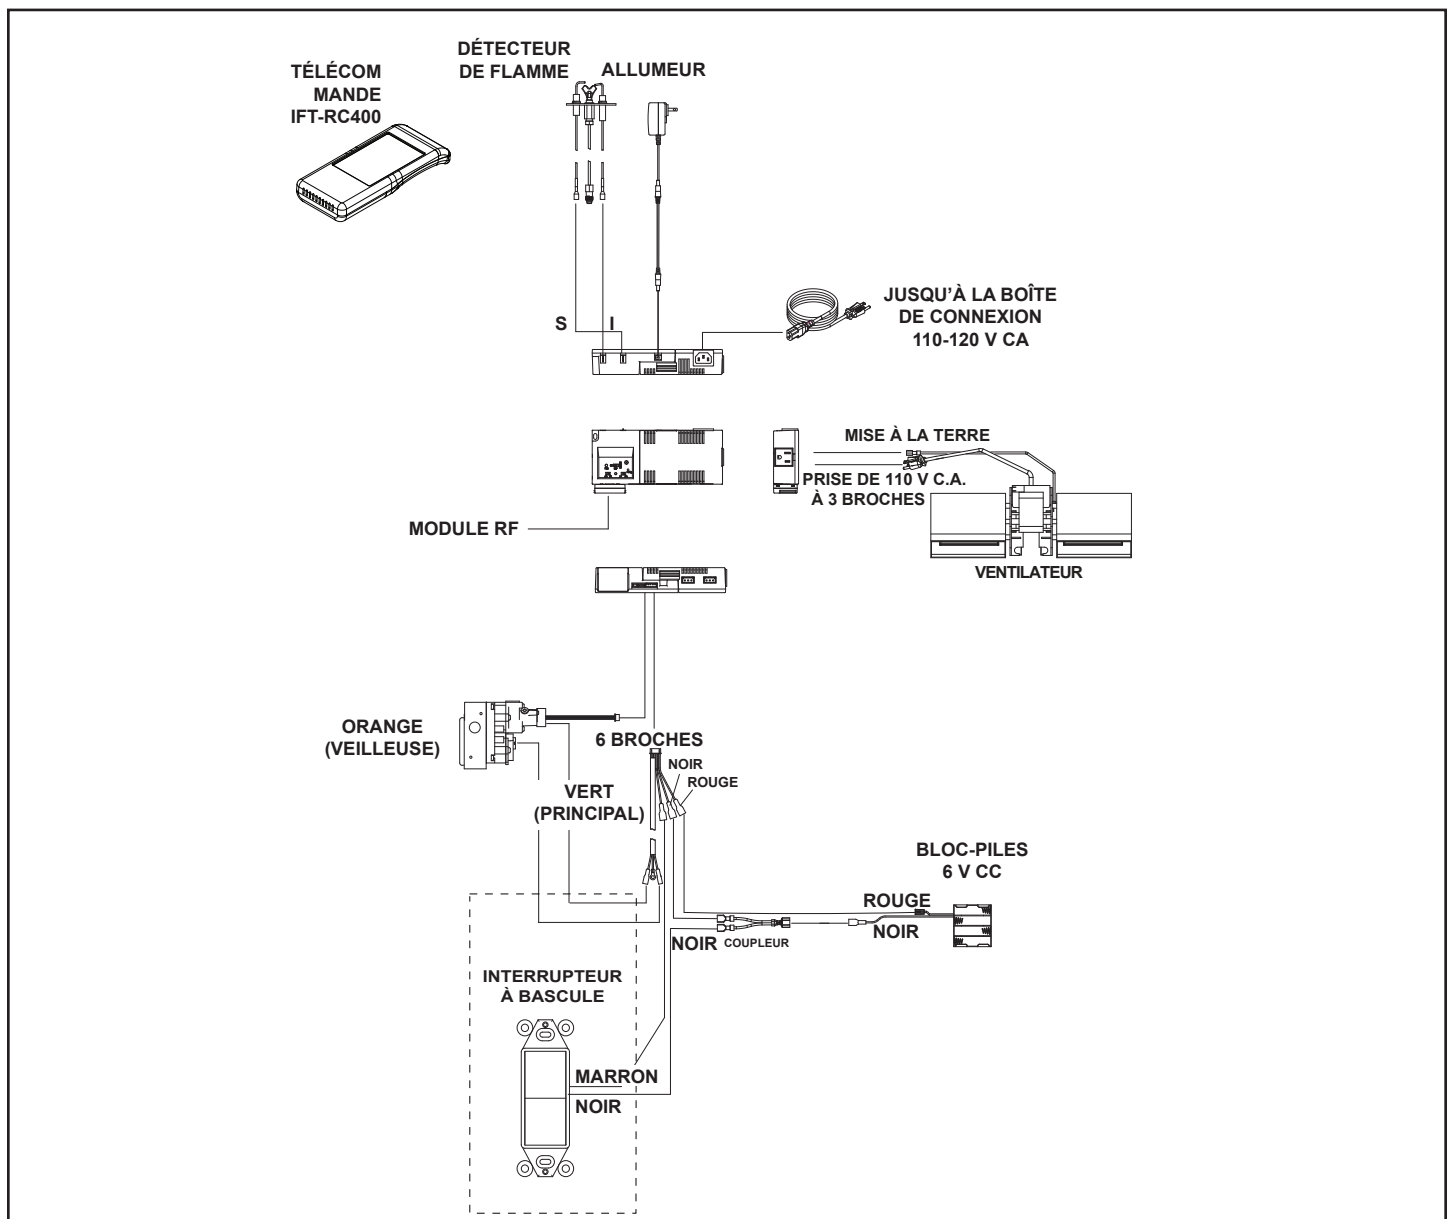

Figure 3.26 – Schéma de câblage du SDDVT-IFT
- Consultez la figure 3.26, Schéma de câblage de l'IFT.